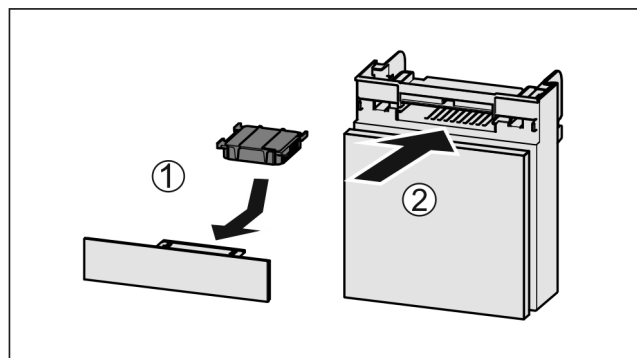

Fig. 84
- ▶ Установите фильтр с активированным углем, как показано на рисунке Fig. 84 (1).
- ▶ Вставьте отделение Fig. 84 (2).